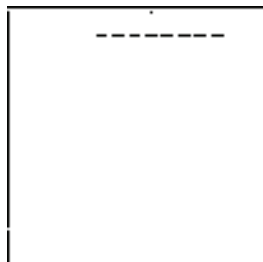

图 13-25 插入卷帘门
13) 根据命令行的提示, 分别点取门的大致的位置和开向, 插入卷帘门的结果如图 13-25 所示。